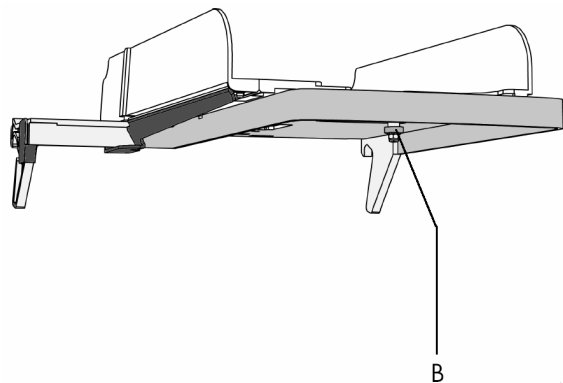

Fig. 14
- gire el pomo B un cuarto de vuelta (fig. 14)
- coloque la bandeja de alimentación de documentos bajo la guía B (como muestra la fig. 14).